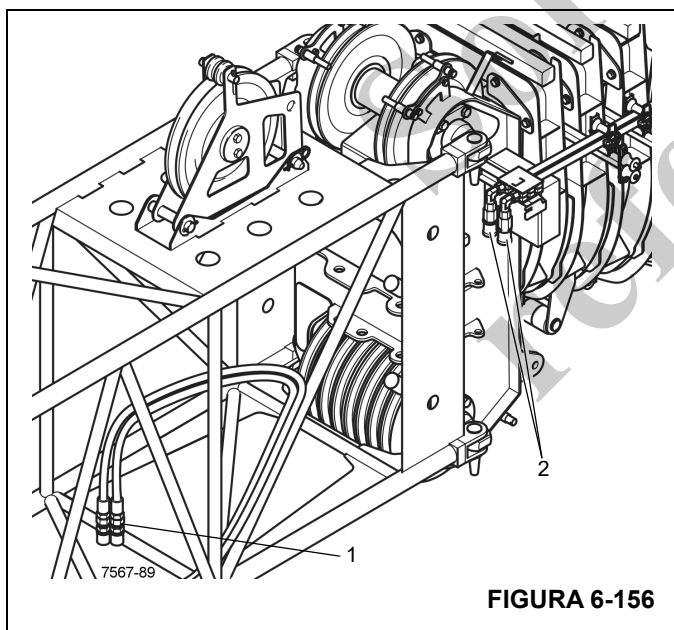

FIGURA 6-156
5. Desconecte las mangueras de extremo corto (1), (Figura 6-156), de la extensión de 26 pies (8 m) de los conectores de la punta de la pluma (2), (Figura 6-156).